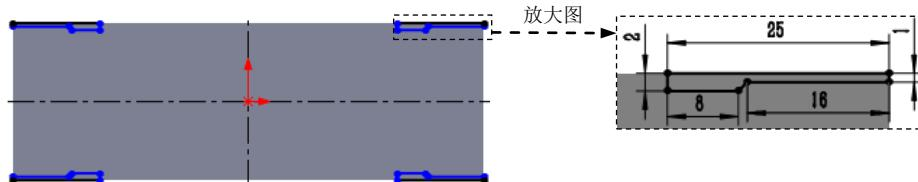

图 11.3.11 横断面草图
② 定义横断面草图。在草图环境中绘制图 11.3.11 所示的横断面草图。
(3) 定义切除深度属性。在“切除一拉伸”对话框 **方向1** 区域的  下拉列表中选择